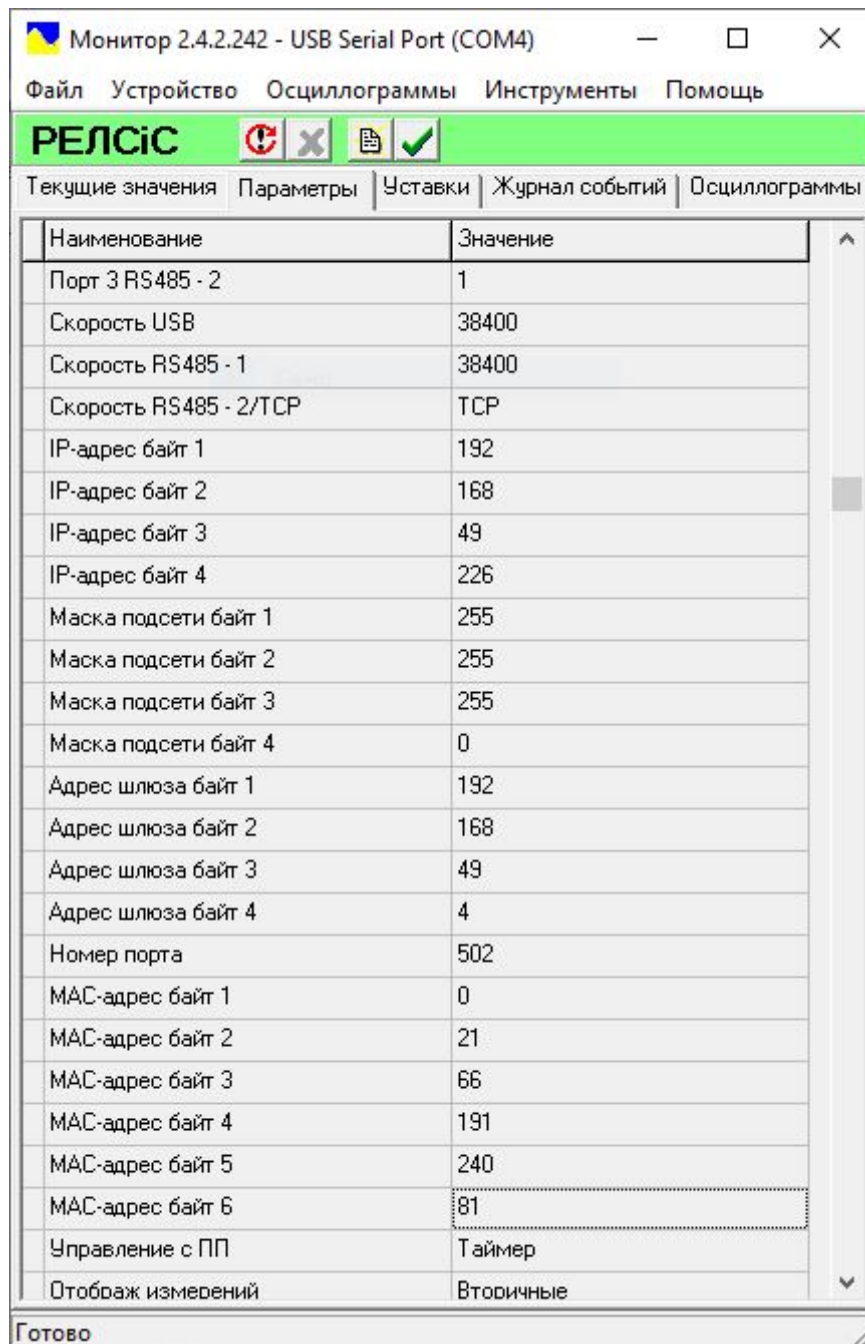
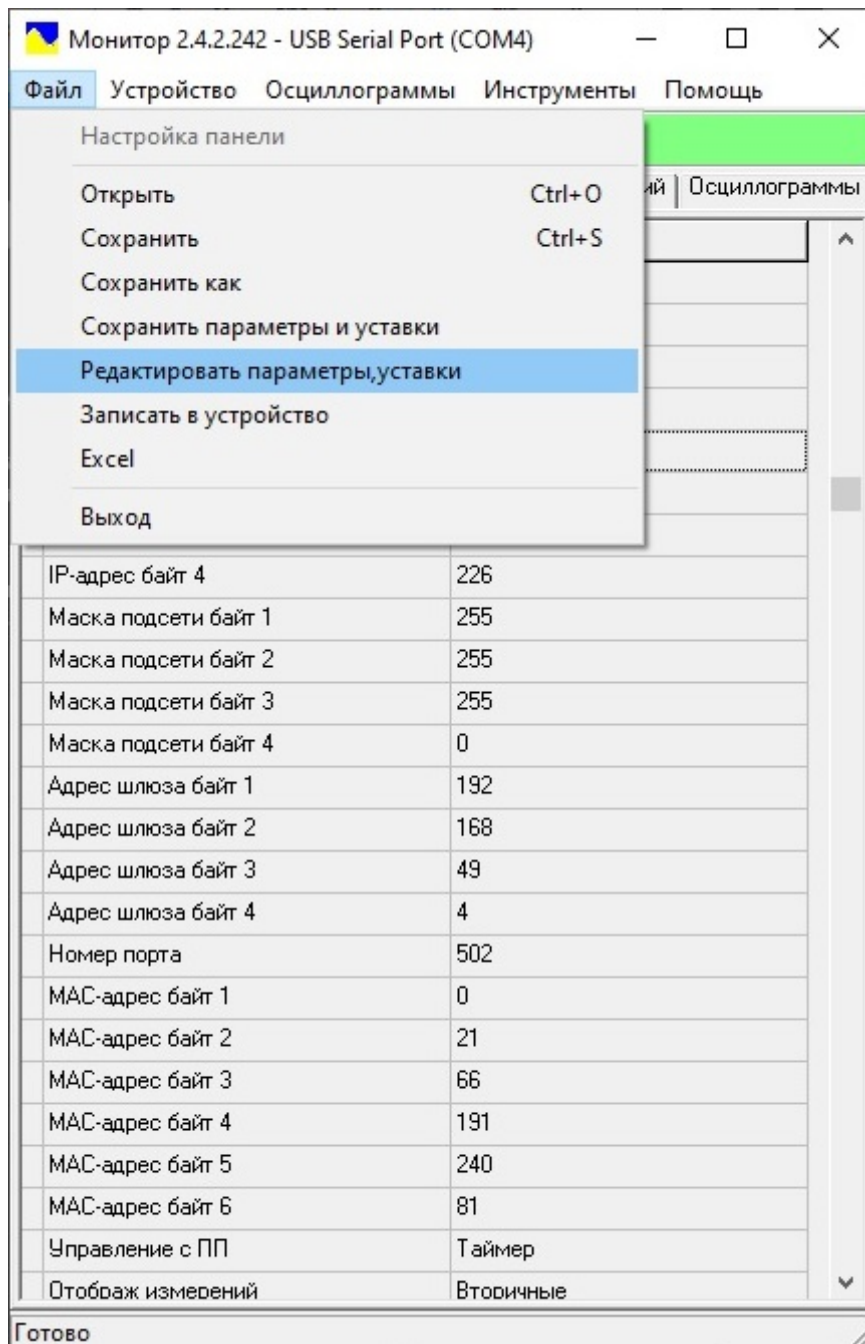

Рисунок 16 – Заводські налаштування мережевої карти РЗЛ-05М2Х-У(В), РЗЛ-05М3Х-У(В)
Рисунок 17 – Налаштування мережевої карти РЗЛ-05М2Х-У(В), РЗЛ-05М3Х-У(В)
5.5.5.5 Конфігурація (зміна налаштувань) мережевої картки РЗЛ-05М2Х-У(В), РЗЛ-05М3Х-У(В) здійснюється за допомогою програмного забезпечення Монитор-2. В закладці «Параметры» (рисунок 16) проводиться налаштування мережевої карти пристрою.
За допомогою пункту «**Редактировать параметры, уставки**» у меню «Файл» або кнопки  (рисунок 16) дозволяємо редагувати налаштування мережевої карти. Змінюємо налаштування та здійснюємо запис нових налаштувань у пристрій РЗЛ-05М2Х-У(В), РЗЛ-05М3Х-У(В) за допомогою пункту «**Записать в устройство**» у меню «Файл» або кнопки  (рисунок 17).